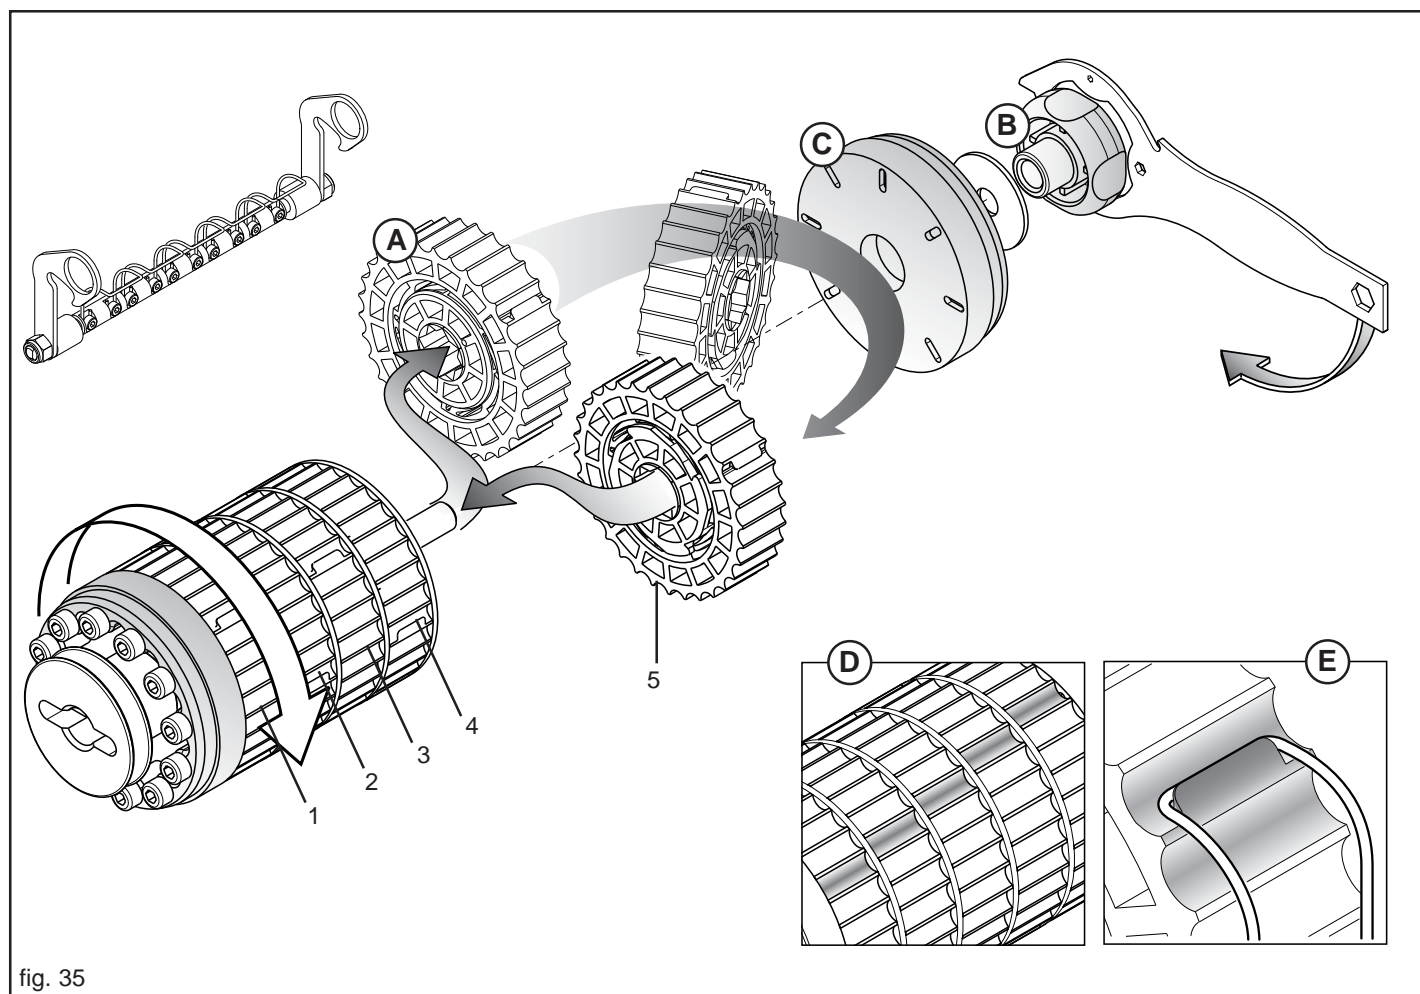

fig. 35
Considerando que cada sector (A, Fig. 35) distribuye el 20% del producto de todo el rodillo dosificador, es posible aumentar los sectores de trabajo y reducir respectivamente la velocidad de rotación del cambio para obtener una distribución homogénea.
Tras haber desmontado el rodillo de dosificación de la máquina, utilice la llave en dotación para destornillar el pomo (B, Fig. 35) y quitar la rosca de bloqueo (C). Quitar el sector o los sectores a activar e instalarlos rotándolo 180°, **respetando las posiciones** (1-2-3-4-5, Fig. 35).
Al instalar nuevamente los sectores, verifique que en condiciones de trabajo las acanaladuras de los sectores activos se encuentren escalonadas las unas respecto a las otras (D, Fig. 35), para garantizar continuidad en la distribución.
Coloque nuevamente la rosca de bloqueo, apriete el pomo con la llave en dotación e instale nuevamente el rodillo en la máquina. Bloquear el elemento limpiador en la posición de funcionamiento verificando que los resortes enganchen los sectores excluidos (E, Fig. 35) para impedir su rotación y, por lo tanto, la distribución.